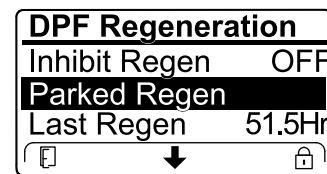

Bild 47
- Wenn der Motorcomputer eine Wiederherstellung-Regenerierung anfordert oder eine Wiederherstellung-Regenerierung ausführt und Sie auf die Option PARKED REGEN navigieren, ist die geparkte Regenerierung gesperrt und das Schloss-Symbol (Bild 47) wird unten rechts im InfoCenter angezeigt.